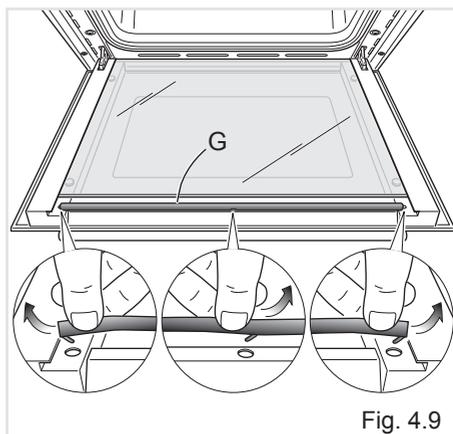

Fig. 4.9
- Togliere la guarnizione "G" sganciando i 3 uncini (fig. 4.9).